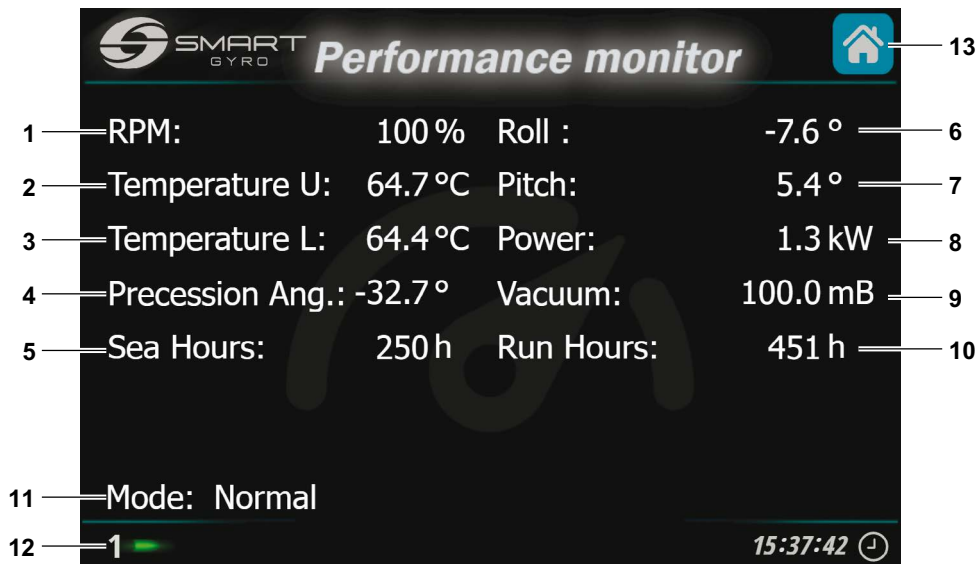

Bild33
Genomatt trycka nerprestandaövervakningsikonen (bild 17, (4)) kommer du till prestandaövervakningssidan (bild 33).